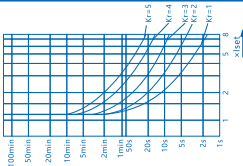

图1 时间-电流特性曲线
3.4.1 反时限（过载）动作特性：当电流值超过设定的整定电流值的1.05倍时，保护器将启动反时限过载保护功能，保护器根据过载电流的过载倍数模拟计算电动机的热累积和动作时间，当热累积达到一定值后，保护器动作，切断交流接触器，从而保护电机。过载电流和时间的关系见表4、图1。